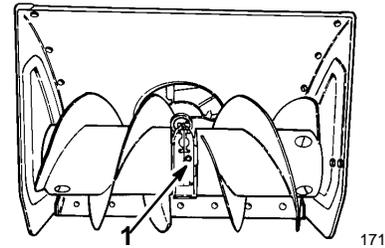

Abbildung 23
3. Den Bereich um den Rohrverschluß herum reinigen (Abb. 23).
4. Den Rohrverschluß vom Getriebe entfernen (Abb. 23).